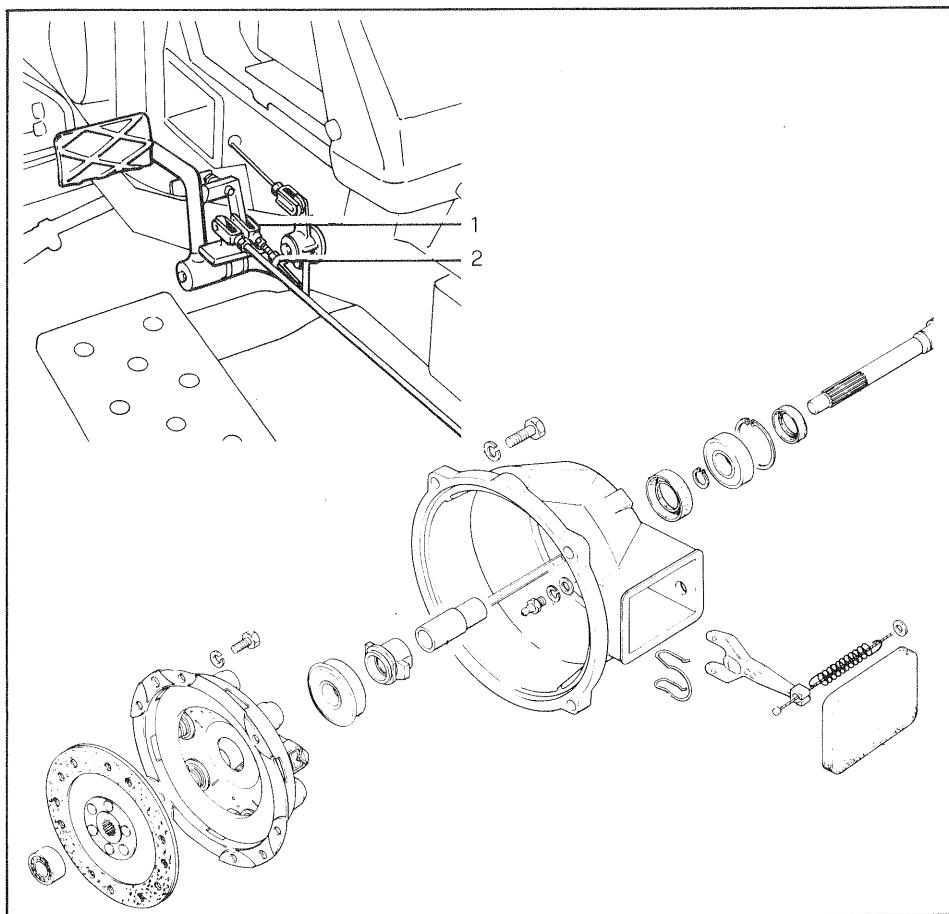

Fig. 20 - Bild 20
2. Se la corsa a vuoto del pedale è insufficiente (slittamento della frizione) o eccessiva (disinnesto incompleto), regolare il tirante di comando (1) (vedere la fig. 20). Agire sul dado di regolazione (2) in modo che la corsa a vuoto del pedale sia di 15 mm.
3. Se la regolazione del pedale non dà i risultati voluti, far smontare e verificare la frizione presso un'officina specializzata (vedere dettaglio di smontaggio in fig. 20).
2. If the idle stroke is insufficient (clutch slippage) or excessive (disengagement is not complete) adjust the corresponding control rod (1) (see fig. 20). This can be done through set nut (2) until a 15 mm idle travel is achieved.
3. In the event the pedal adjustment does not suffice, have the clutch disassembled and inspected in a specialized workshop (see disassembly detail in fig. 20).
2. Si la course à vide de la pédale s'avère insuffisante (l'embrayage patine) ou excessive (débrayage incomplet) régler le tirant de commande (1) (voir fig. 20). Agir sur l'écrou de réglage (2), de sorte que la course à vide soit d'environ 15 mm.
3. Si la mise au point de la pédale ne donne pas les résultats voulus, s'adresser à un atelier spécialisé pour le démontage et le contrôle de l'embrayage (voir les détails du démontage en fig. 20).
2. Sollte der freie Pedalweg ungenügend (Rutschung der Kupplung) oder übermäßig (unvollständige Ausschaltung) ausfallen, das Steuergestänge (1) (siehe Bild 20) durch Wirkung auf die Einstellmutter (2) so einstellen, dass der freie Pedalweg ca. 15 mm beträgt.
3. Sollte die Pedaleinstellung nicht den Zweck erreichen, muss man die Kupplung demontieren und sie in einer Fachwerkstatt prüfen lassen (siehe Demontagedetail Bild 20).